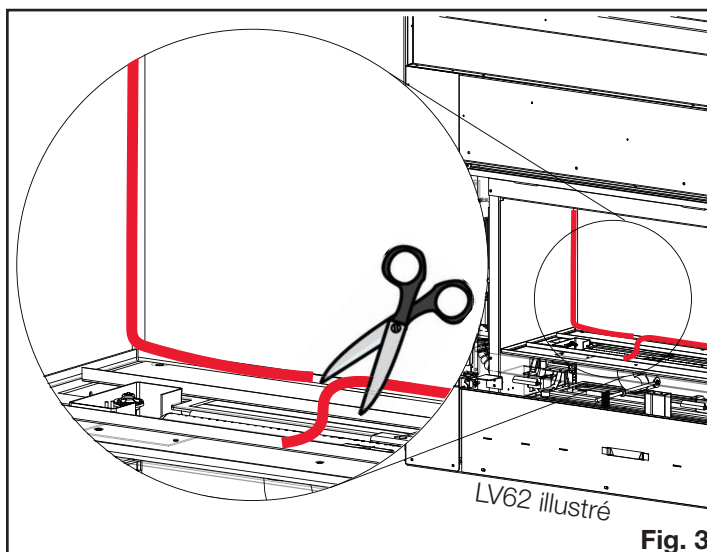

Fig. 3
8. Lorsqu'il est installé toute la distance, coupez l'excédant du joint d'étanchéité et rentrez les extrémités en place (**Fig. 3**).